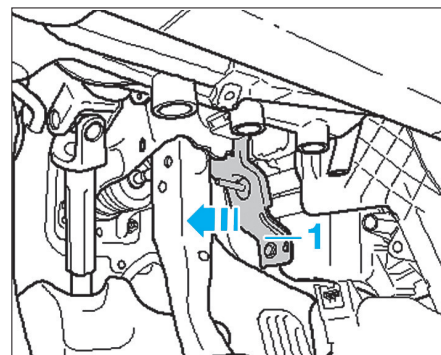

Fig. 28
- Pousser le support (1) en direction de la pédale de frein et le fixer à l'aide d'un collier (Fig.28).